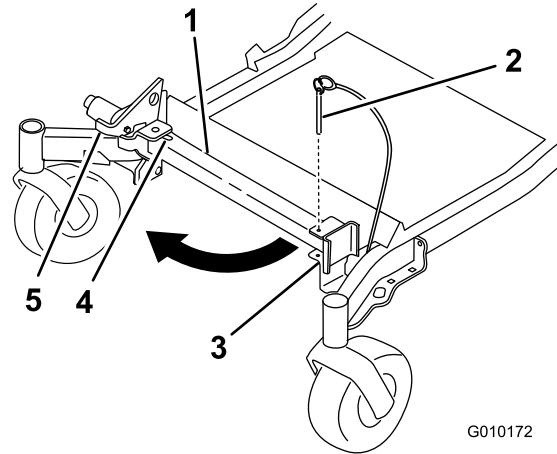
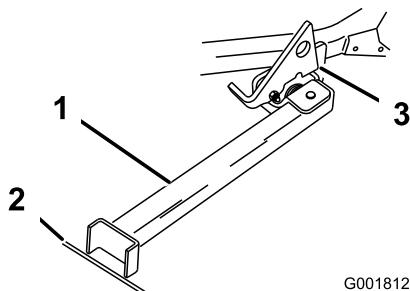

Bild 32
Bild 33
2. Nehmen Sie den Halterungsstift ab (Bild 32).
3. Heben Sie den Riegel an. Drehen Sie den Ständerfuß nach vorne heraus und schieben Sie den Ständer zur Maschine in den unteren Schlitz (Bild 32 und Bild 33).
4. Stellen Sie den Fuß auf den Boden und lassen Sie den Riegel auf der Drehlasche aufliegen (Bild 33).
- Hinweis:** Stellen Sie den Ständerfuß am besten in Risse auf Gehwegen oder in der Rasenfläche (Bild 33).
6. Fahren Sie auf den Stand auf. Halten Sie an, wenn der Riegel über die Lasche in die arretierte Stellung einrastet (Bild 33). Stellen Sie nach dem Auffahren auf den Stand die Feststellbremse fest und stellen Sie den Motor aus.